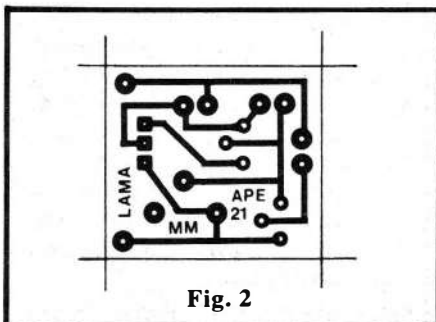

Fig. 2
- **FIG. 2 - Lay out** do Circuito Impresso específico para a montagem da LAMA. O padrão é muito simples, incapaz de "assustar" mesmo a quem vai tentar a confecção da sua **primeira placa**. Como o desenho está em tamanho natural (escala 1:1) pode ser copiado diretamente sobre a face cobreada de um fenolite virgem, usando-se decalques próprios, ou tinta ácido-resistente, executando-se, em seguida, os necessários procedimentos de corrosão na solução de percloreto de ferro, limpeza, furação, etc. Quem quiser "moleza" pode ainda adquirir a LAMA na forma de KIT completo (ver anúncio em outra parte da presente APE) que inclui, além de todos os componentes relacionados na LISTA DE PEÇAS (menos OPCIONAIS/DIVERSOS...), a plaquinha já pronta, furada, protegida por verniz e com o "chapeado" da montagem demarcada em **silk-screen** pelo lado não cobreado,